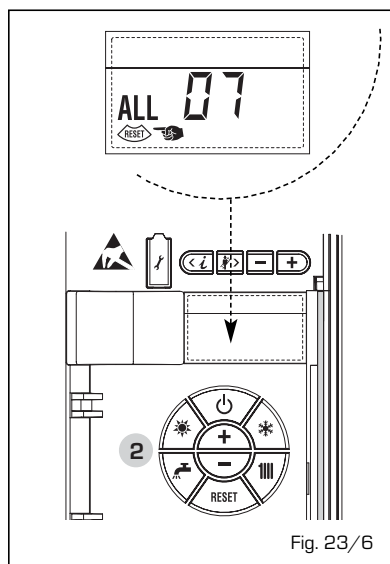

Fig. 23/6
**- ANOMALIA FIAMMA PARASSITA "ALL 08" (fig. 23/7)**